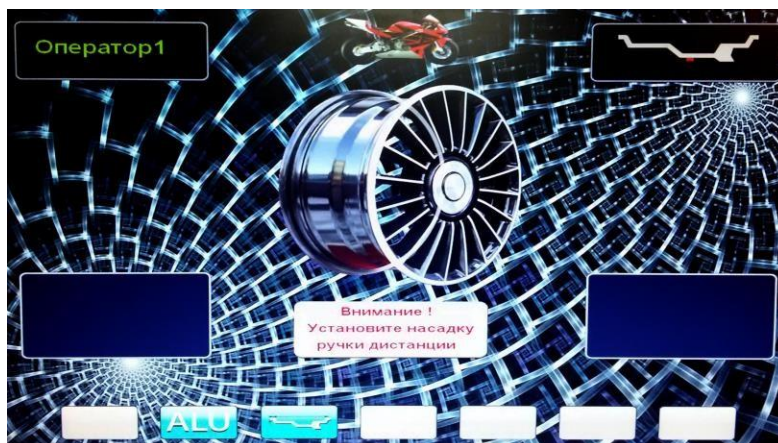

Рис. 27.1.
27.2. Для входа в режим балансировки колёс мотоциклов нажмите кнопку «MENU», в открывшемся окне MENU выберите пункт 2 «Мотоцикл», нажав кнопку 2 в верхнем ряду клавиатуры. На экране основного рабочего режима появится изображение мотоцикла и надпись: «Внимание! Установите насадку ручки дистанции» (рис.27.1).